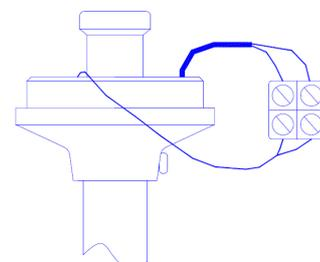

Рисунок 2.4 – Подключение.
4. Произведите электрическое соединение питающего кабеля, выходящего из трубы, и патрона светильника с помощью клеммной колодки, которая подключена к патрону (рисунок 2.4). Подключите, с помощью винтового соединения, заземляющий провод (обычно желто-зеленого цвета) к соответствующему месту в основании светильника, которое обозначено символом  .